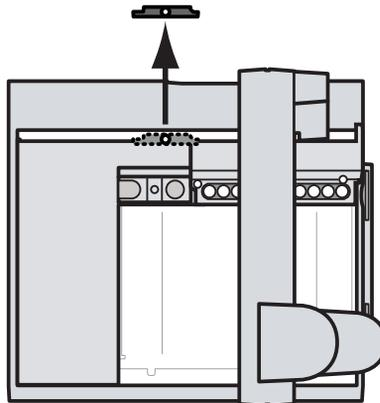

Abb. 9 Entfernen der zwei Teile der Plastiktransportklammer
- 6 Entfernen Sie die zwei Teile der Plastiktransportklammer vom Probenhalter und entsorgen Sie sie (Abb. 9)